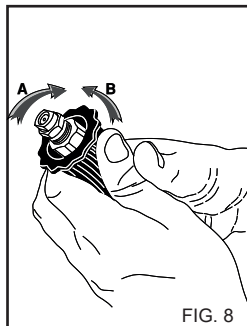

FIG. 8
Voor de versie met reinigingsmiddelaanzuiging, moet het aanzuigcommando op de lans geactiveerd worden (fig. 8).
4) Spoel na gebruik met reinigingsmiddel, het aanzuigcircuit; steek de aanzuigslang (fig. 8) van reinigingsmiddel in een reservoir met schoon water en laat de pomp 1 minuut werken, en met de lans in afgiftestand van reinigingsmiddel.
GEBRUIK VAN DE VERSTELBARE KOP (Fig. 8)